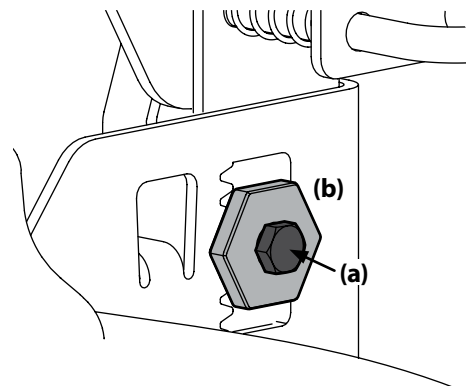

Figura 4-5
3. Afloje, pero NO extraiga, el perno de cabeza hexagonal (a) ubicado en el gancho trasero izquierdo de la plataforma. Consulte Figura 4-5.